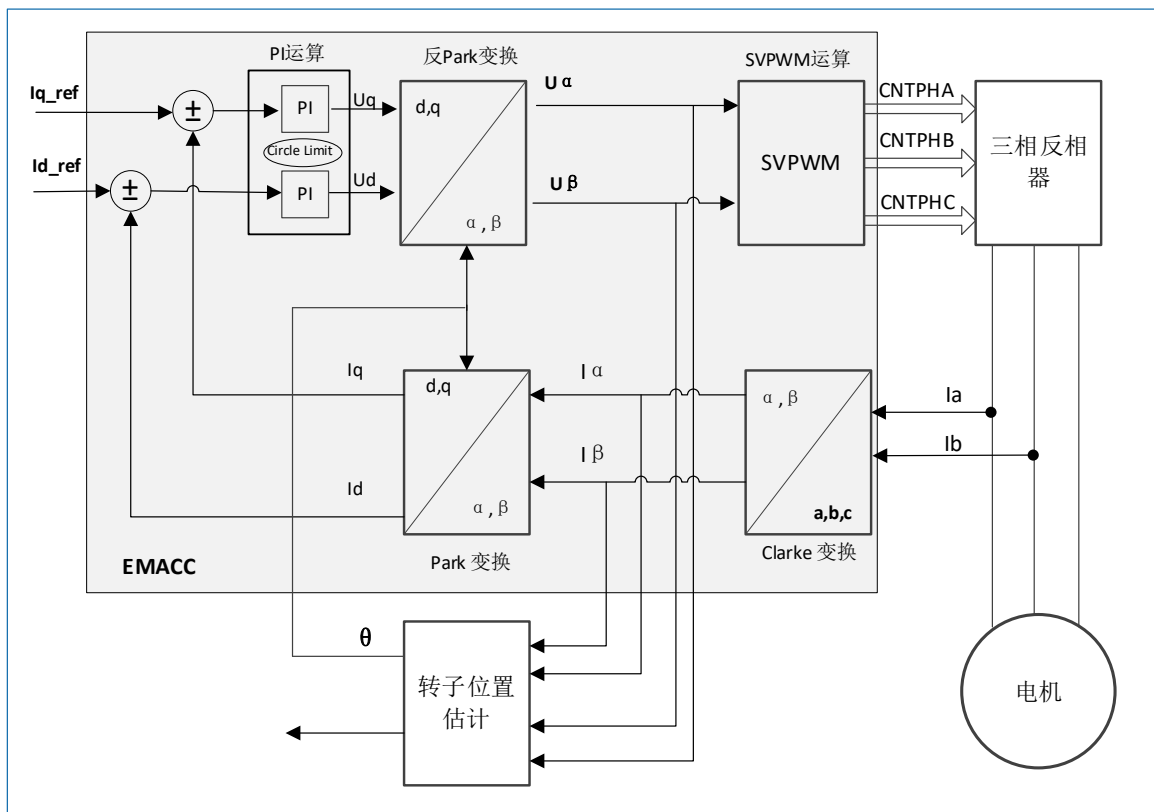

图 12-1 电机加速单元框图
- EMACC 的输出参数：A\B\C 相的 PWM 占空比（图 12-1 中的 $CNTPHA$ ， $CNTPHB$ 和 $CNTPHC$ ）、扇区、采样点、ADC 采样通道等。